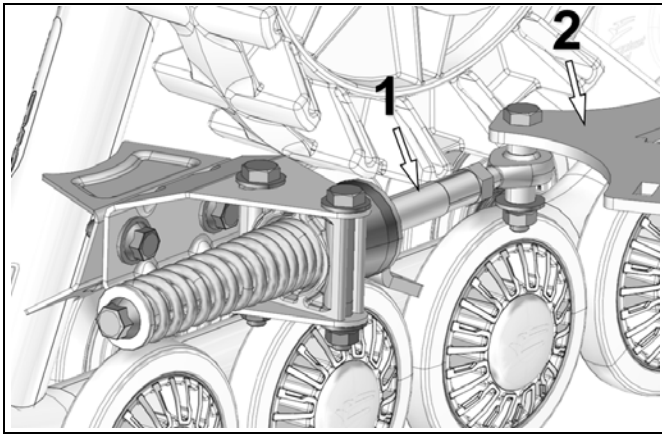

Abbildung 12
- Der Stabilisierungsarm (1) muss am hinteren, am Fahrzeug angebrachten Verankerungsbügel (2) montiert werden. Siehe Abbildung 12.